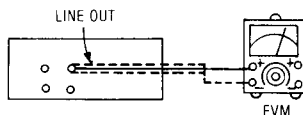

Abb. 4
1. Der Testaufbau ist in Abb. 4 gezeigt.